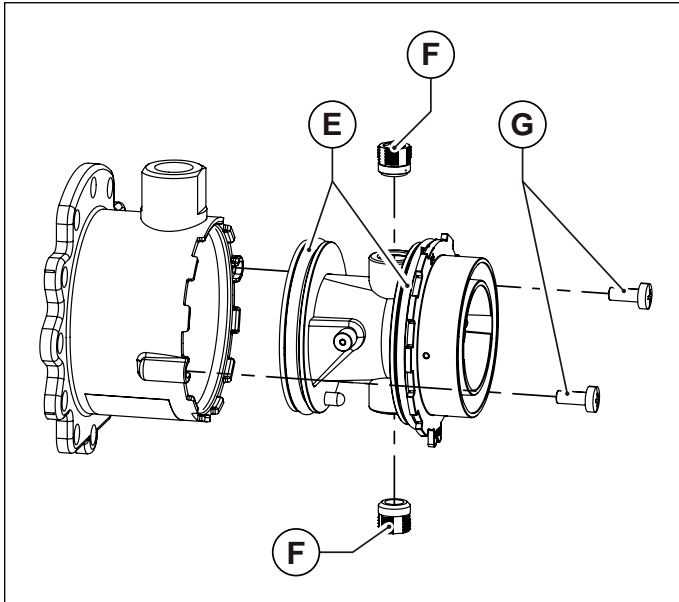
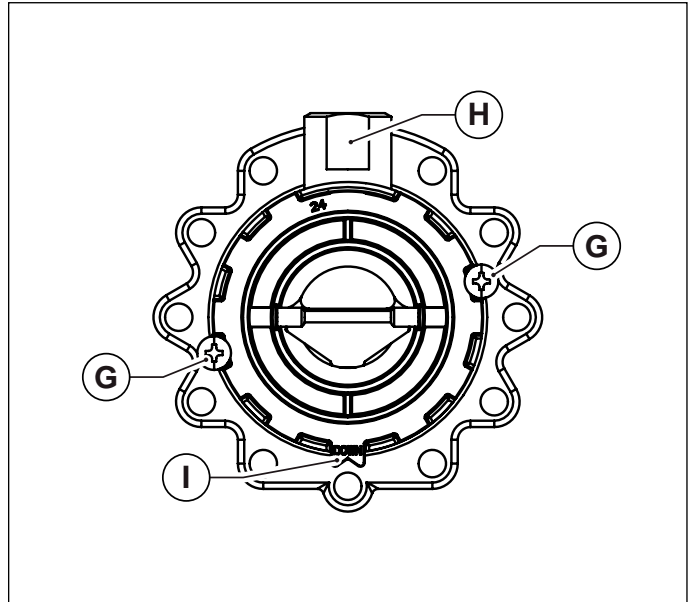

Fig. 43 Corpo in plastica del miscelatore
Fig. 44 Orientamento di montaggio
- Sfilare il corpo in plastica del miscelatore, svitando le due viti di fissaggio (vedi Fig. 43 Corpo in plastica del miscelatore).
- Svitare i due ugelli del miscelatore utilizzando una chiave a brugola da 6 mm (vedi Fig. 43 Corpo in plastica del miscelatore).
- Rimontare il corpo in plastica (Venturi) inserendolo nel miscelatore e avvitandolo con le viti di fissaggio, avendo cura di non danneggiare le guarnizioni o-ring che sono montate agli estremi del corpo in plastica (vedi Fig. 43 Corpo in plastica del miscelatore) e di rispettare l'orientamento di montaggio (vedi Fig. 44 Orientamento di montaggio).
- Montare il mixer riassembleto al ventilatore con le viti a brugola, avendo cura di riposizionare, fra mixer e ventilatore, l'o-ring di tenuta (vedi Fig. 43 Corpo in plastica del miscelatore).
- Montare il mixer riassembleato al ventilatore con le viti a brugola, avendo cura di riposizionare, fra mixer e ventilatore, l'o-ring di tenuta (vedi Fig. 43 Corpo in plastica del miscelatore).